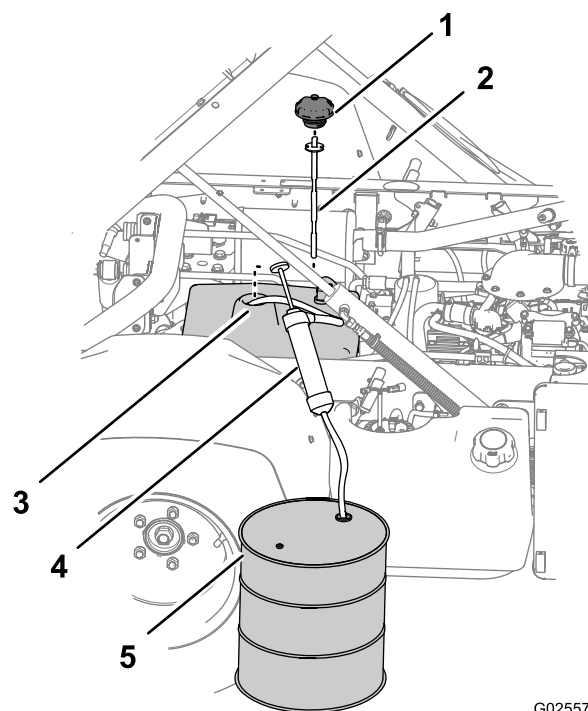

Figura 91
3. Retire el tapón y la varilla del cuello de llenado del depósito (Figura 91).
4. Pase la manguera de entrada de la bomba manual por el cuello de llenado del depósito de combustible y hasta el fondo del depósito (Figura 91).
5. Dirija la manguera de salida de la bomba manual hacia un recipiente de recogida (Figura 91) con capacidad para 11,4 litros (Modelo sin TC) o 18,9 litros (Modelo sin TC con el kit de hidráulica de alto caudal (opcional) o Modelo TC).
7. Retire la bomba manual del depósito (Figura 91).
8. Añada 7,5 litros (Modelo sin TC) o 15,1 litros (Modelo sin TC con el kit de hidráulica de alto caudal (opcional) o Modelo TC) del aceite hidráulico especificado al depósito hidráulico (Figura 91).
9. Instale la varilla y el tapón en el cuello de llenado del depósito hidráulico (Figura 91).